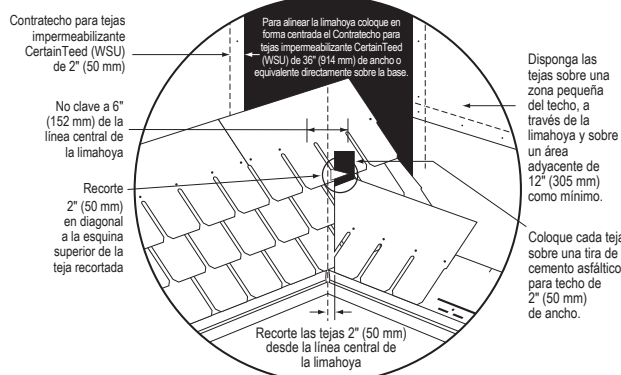

Figura 16-9: Instalación de limahoyas de corte cerrado.
- ◆ Al instalar una limahoya abierta, se prefiere utilizar limahoyas preformadas estilo "W" (ver figura 16-9).